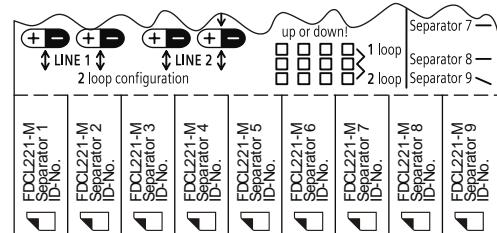

Fig. 9
4. Stick tear-off labels on system documentation and remove all unused tear-off labels from FDCL221-M (Fig. 9).
4. Kleben Sie die Abreisssetketten in die Anlagendoku-mentation und entfernen Sie alle nicht verwendeten Abreisssetketten vom FDCL221-M (Fig. 9).